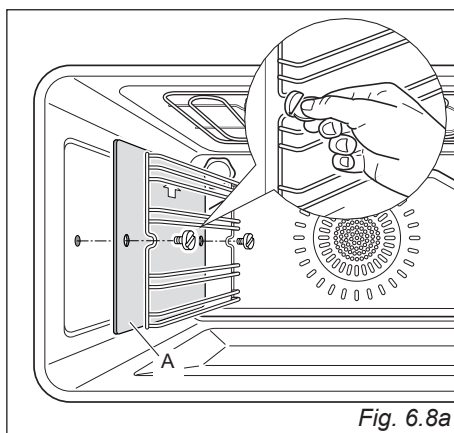

Fig. 6.8a
- fixant aux parois du four par 2 vis (fig. 6.8a).
Dans les modèles avec panneaux autonettoyants de série, accrocher les chassis latéraux en interposant les panneaux autonettoyants "A" (la flèche tournée vers le haut - (fig. 6.8a).
- Vissez les grilles latérales sur les parois du four (et les panneaux autonettoyants s'ils sont fournis - fig. 6.8a).